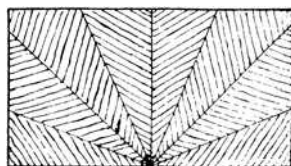

Figure 10.14 Le frisage en éventail à bâtons rompus
- » Appelé également « soleil en fougère », ce frisage (fig. 10.14) est un mélange entre un frisage en chevron et un frisage en éventail.